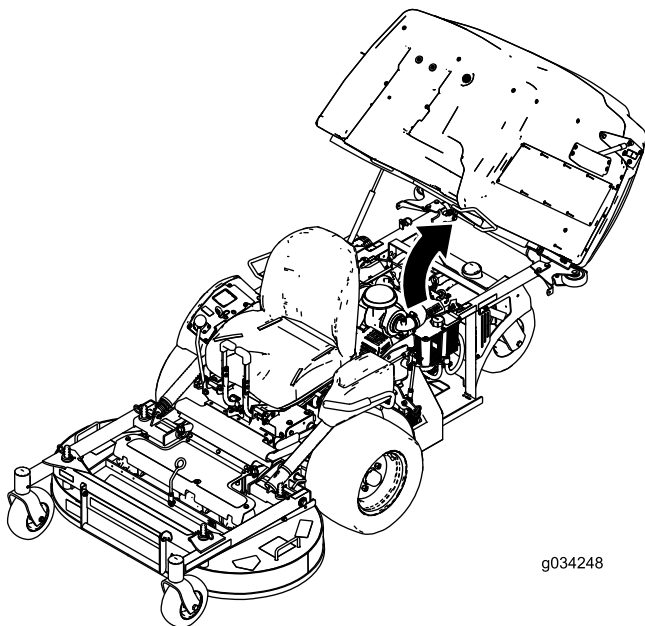

**Figura 27**
5. Lubrique el brazo tensor de la correa de la bomba (Figura 27).